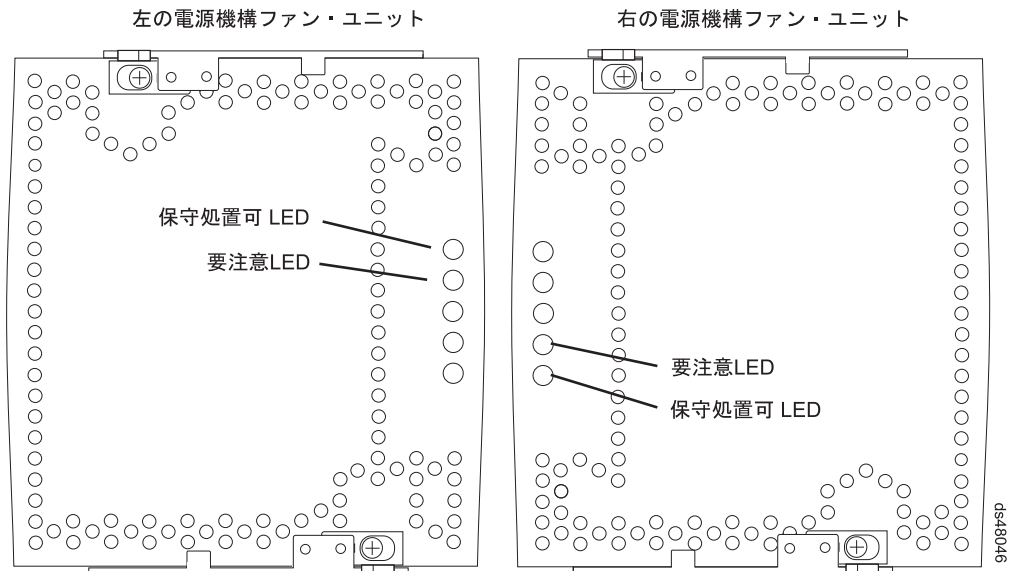

図 93. 電源機構およびファン・ユニットの LED
4. 電源機構およびファン・ユニットの要注意 LED が点灯していることを確認して、障害のある失敗した電源機構およびファン・ユニットを突き止めます。(図 93 に、電源機構およびファン・ユニットの LED を示します。)
5. 保守処置可状況 LED はオンになりましたか？ (183 ページの図 93 に、電源機構およびファン・ユニットにある保守処置可状況 LED の位置を示します。)